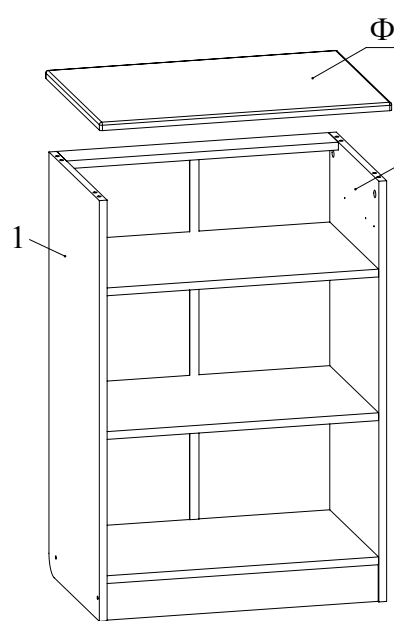

Рис.8
- Установить крышку 11 на боковины 1, 2 и зафиксировать, повернув конфирматным ключом головки минификсов по часовой стрелке до упора (Рис. 8).